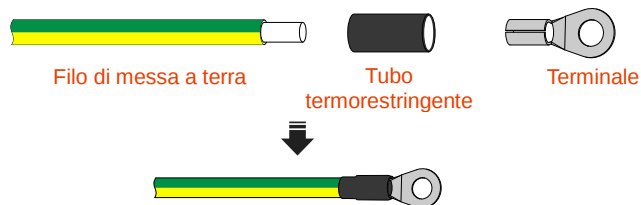

Figura 3-26 Crimpatura del filo di messa a terra
- Fase 1 Rimuovere il rivestimento isolante del filo di messa a terra usando una crimpatrice, quindi crimparlo sul terminale corrispondente, come mostrato nella Figura 3-26.